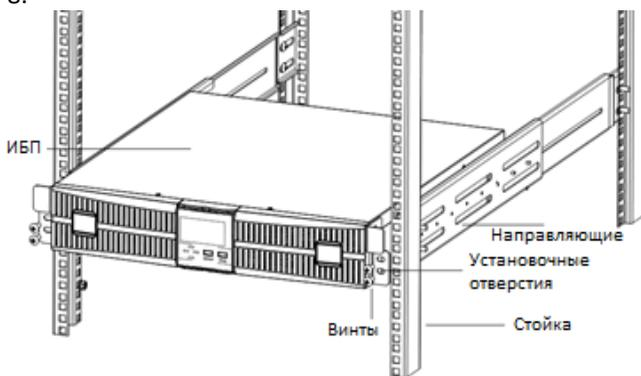

Рис. 4-8 Установка ИБП в стойку
- Установите ИБП на направляющие в стойке. Закрепите ИБП на стойке винтами через установочные отверстия в кронштейнах, как показано на Рис.4-8.